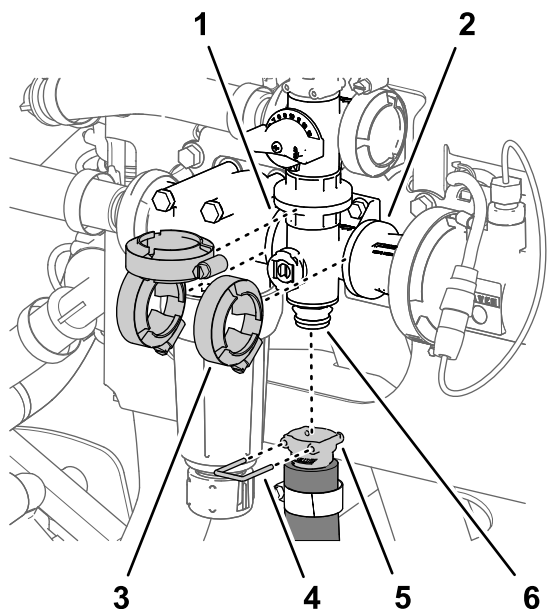

Рисунок 108
1. Снимите штифт быстроразъемного соединения, который крепит быстроразъемный соединитель шланга перемешивания к коллектору клапана перемешивания (Рисунок 108).
- Снимите 3 фланцевых хомута, которые крепят коллектор клапана перемешивания к фланцам головки фильтра линии нагнетания и переходного соединителя (Рисунок 108).